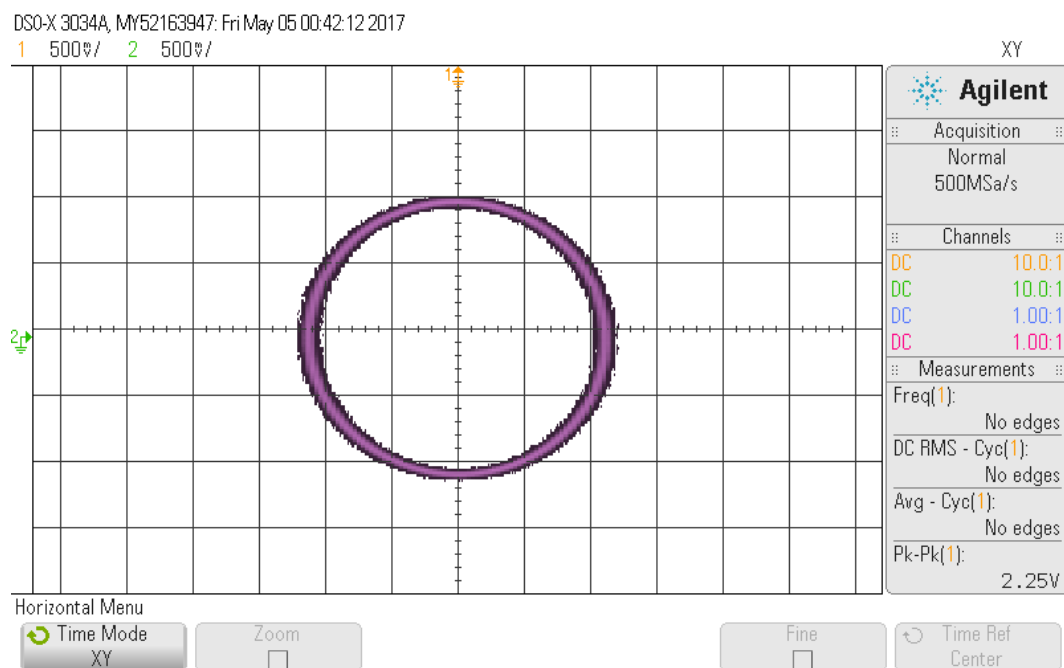

Figure 14: Oszilloskop X/Y-Betrieb bei Frequenz  $500\text{Hz}$
- Das geometrische Ergebnis dieser Einstellung ist ein Kreis (Abbildung 14).